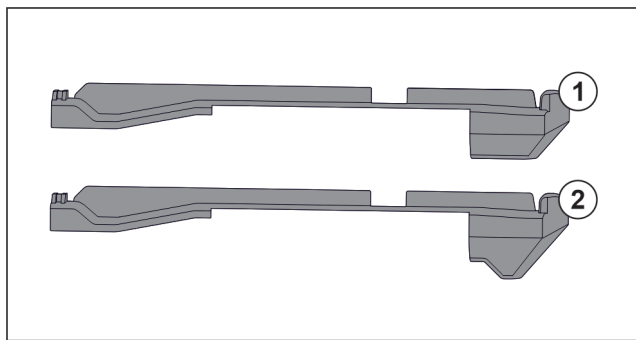

Fig. 31 Primerjava natičnih nastavkov
V napravi sta dva različna natična nastavek. Natični nastavek nad povsem spodnjim predalom Fig. 31 (2) ima trikotni rob. Vsi ostali natični nastavki Fig. 31 (1) imajo raven rob.
- ▶ Natični nastavek Fig. 31 (2) s trikotnim robom namestite nad povsem spodnjim predalom.
- ▶ Natični nastavek Fig. 31 (1) z ravnim robom namestite na vsa preostala mesta.